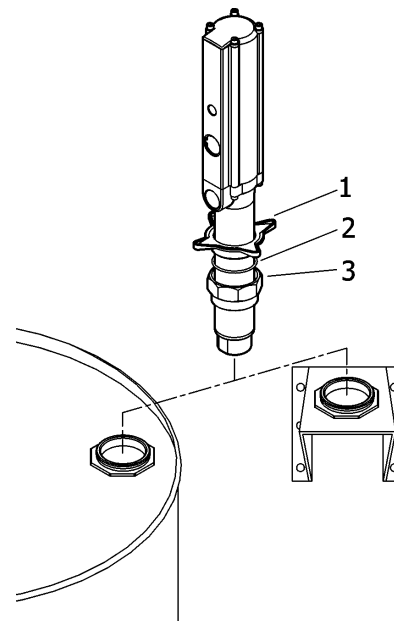

Fig. 2
The pump can be mounted directly on a drum or on a wall bracket fitted with a 2" bung (Fig 2). Loose the star nut (1) of the bung adaptor to remove the lower nut (3), and screw this into the 2" bung opening of the drum or bracket. Place the star nut (1) and the split ring (2) on the suction tube. Slide the pump through the opening and fasten the assemble at the desired height by tightening the star nut (1).
La bomba puede ser montada directamente sobre bidón o sobre un soporte mural que dispongan de rosca 2" BSP H (Fig. 2). Afloje la tuerca en estrella (1) del adaptador para extraer la parte inferior del mismo (2) y rosclarla en el brocal de 2" del bidón o del soporte. Coloque la tuerca en estrella (1) y el anillo (2) del adaptador en el tubo, introduzca la bomba por el brocal y apriete el conjunto a la altura deseada.
Cette pompe peut être installée directement sur fût ou sur un support mural muni d'un raccord 2" BSP (F) (Voir Fig.2). Desserrer le raccord en étoile (1) de l'adaptateur pour extraire la partie inférieure de ce dernier (2) et la fixer à l'orifice 2" du fût ou du support. Placer le raccord en étoile (1) ainsi que l'anneau (2) de l'adaptateur dans le tube et introduire la pompe par l'orifice du fût ou du support en serrant l'ensemble des éléments à la hauteur désirée.